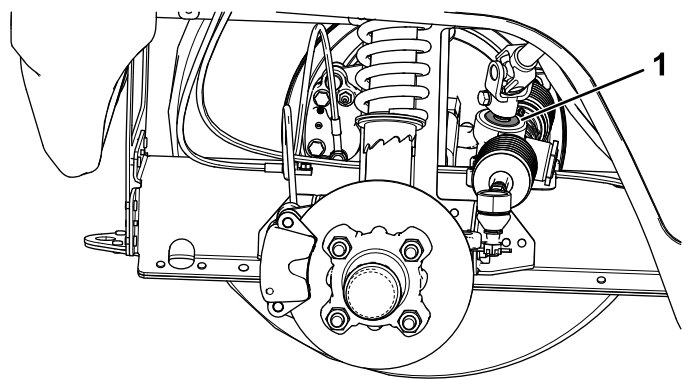

Figure 57
**Important:** Vérifiez l'état et la fixation du joint de l'arbre de pignon (Figure 57).